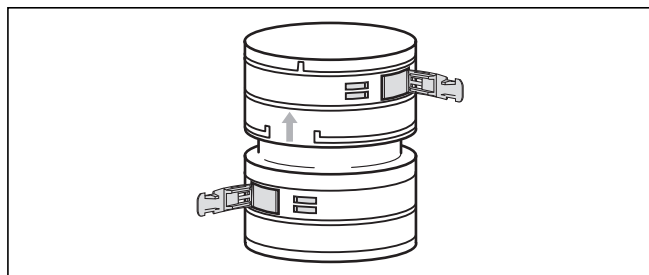

Рис. 4.65 Соединительный элемент
- Сначала смонтируйте соединительный и очистной элементы (→ рис. 4.65 и 4.66).